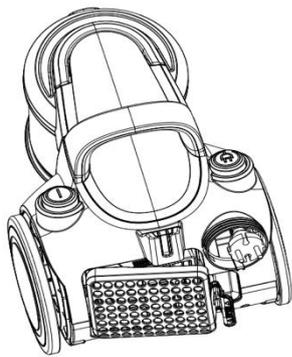

Fig.10
- 1) Come in fig.10, premere il blocco di uscita per aprire lo sportellino.